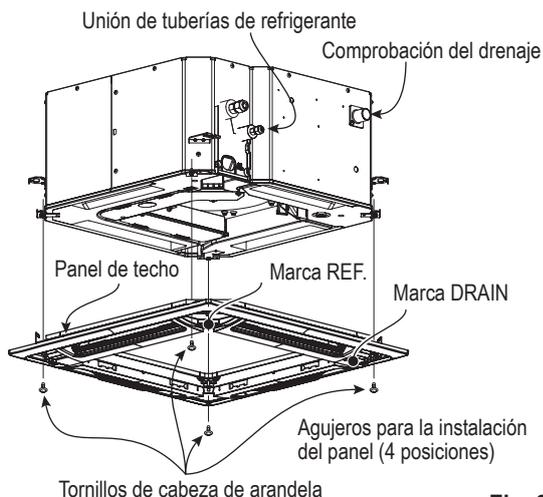

Fig. 2-19
- (2) Alinear los orificios de instalación del panel y los de los tornillos de la unidad.
- (3) Apretar los tornillos de cabeza de arandela suministrados en las 4 ubicaciones en el panel, de forma que éste quede firmemente asegurado a la unidad. (Fig. 2-19)